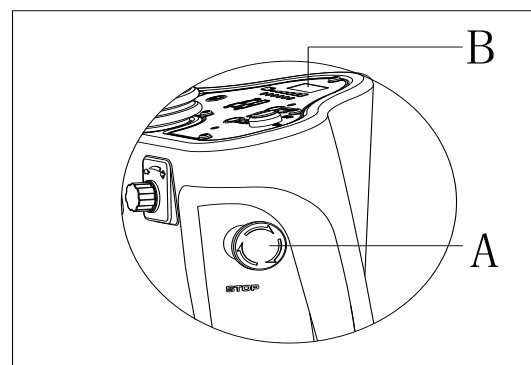

Figura 5
Se existir alguma emergência durante a operação da máquina, pressione o interruptor de emergência (A, Figura 5), e todas as funções da máquina param; não existe nenhuma exibição no painel de controlo (B, Figura 5).
1. Insira o interruptor da chave (40) e defina para "ON".
2. Pressione o pedal (6) para a frente com o pé para levantar a montagem da escova (11) do chão.
3. Rode o botão de ajuste de velocidade (42) para a direita até ao fim.
4. Coloque a escova (A, Figura 5) ou escova (B, Figura 5) alinhada ao centro com a protecção da escova.
5. Pressione o pedal (6) para trás com o pé para baixar a montagem da escova (11). Sente-se no assento, pressione o botão da escova (39) e solte ligeiramente o pedal (23); a escova/almofada podem ser montados automaticamente. Repita estes passos até que a escova/almofada seja instalada.
7. Solte o pedal (6) para a frente com o pé para levantar a montagem da escova (11) do chão, pressione o botão de remover a escova (41) para desinstalar automaticamente.